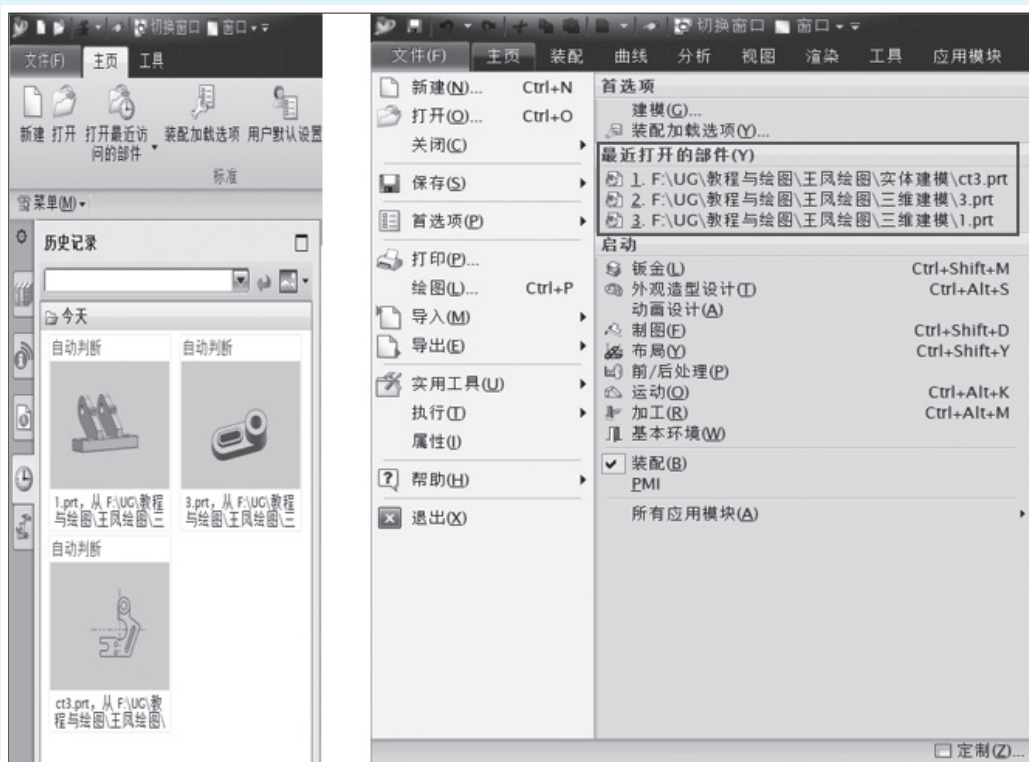

图 1-6
(3) 若想要打开先前打开过的模型文件，则通过资源条上的“历史记录”工具或在菜单栏的“窗口”菜单中选择该文件即可，如图1-6所示。